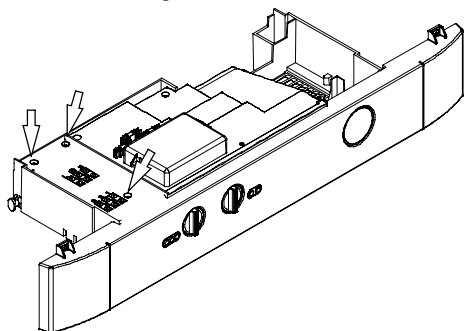

fig. 8.4
- 11 Svitare le viti e rimuovere il coperchio copri morsettiera fig. 8.4